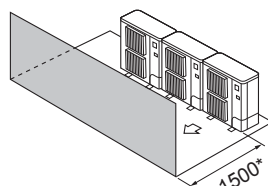

Fig. 2-11
- ③ Εμπόδια στην μπροστινή πλευρά μόνο (Fig. 2-11)